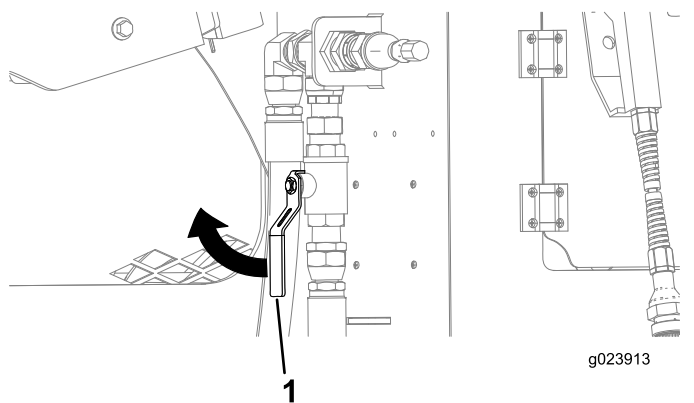

Figura 135
4. A válvula próxima ao compartimento traseiro deve estar na posição FECHADA (Figura 135).